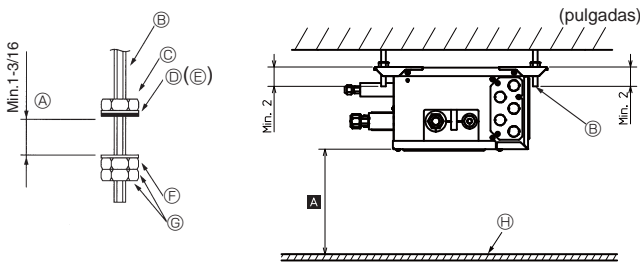

Fig. 6-1
- (2) Fije las arandelas (ⓐ, ⓑ) y tuercas (adquiridas localmente) a los pernos de suspensión. (Fig. 6-1)
- (3) Cuelgue la unidad de los pernos de suspensión.
- (4) Apriete completamente las tuercas (compruebe la altura del techo).
- (5) Utilice un nivel para alinear la caja de derivación horizontalmente.